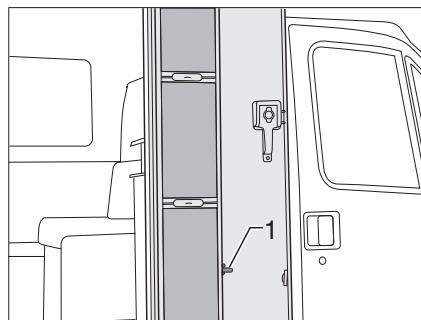
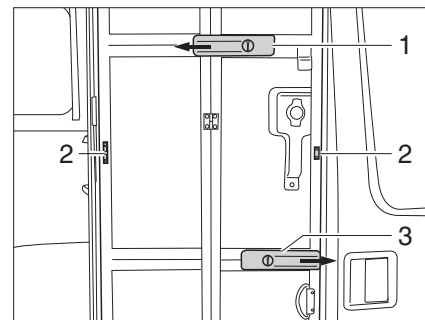

Fig. 41 Puerta mosquitera, plegada
Fig. 42 Puerta mosquitera, desplegada
■ Según el modelo, girar el pestillo (Fig. 41,1 ó Fig. 42,3) un cuarto de vuelta o desplazarlo hacia atrás.
■ Deslizar el riel (Fig. 42,1) en el sentido de la flecha para la estabilización.
■ Cerrar totalmente la puerta mosquitera y deslizar el pestillo (Fig. 42,3) en el sentido de la flecha.
**Plegar:** ■ Desbloquear la puerta mosquitera. Para esto, desplazar el pestillo (Fig. 42,3) en sentido contrario al de la flecha.
■ Deslizar el riel (Fig. 42,1) en sentido contrario al de la flecha.
■ Plegar la puerta mosquitera. El bloqueo (Fig. 42,2) encaja en el interior.
■ Presionar la puerta mosquitera contra la puerta de entrada y, según el modelo, girar el pestillo (Fig. 41,1 ó Fig. 42,3) un cuarto de vuelta o introducirlo en el alojamiento en el marco.